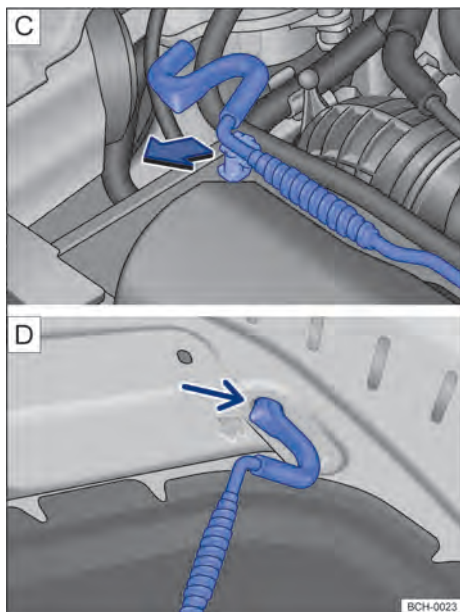

Fig. 161 [C] Varilla de sujeción del capó delantero. [D] Capó delantero apoyado en la varilla de sujeción.
- Retirar la varilla de sujeción del soporte en el sentido de la flecha → fig. 161 [C] y posicionarla en la abertura del capó delantero → fig. 161 [D].
- Retirar la varilla de sujeción del orificio → fig. 161 [D] y encajarla en la pata de apoyo del cierre → fig. 161 [C].